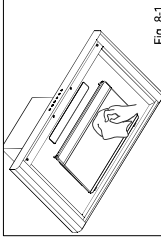

Fig. 8-1
1. Limpieza diaria de la superficie de la placa de rectificación con un paño seco o mojado en detergente suave. (Fig.8-1)